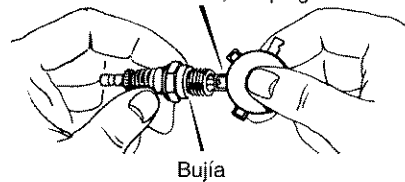

Figura 16
7. La distancia entre los electrodos de la bujía nueva debe ser de 0,030 de pulgada (Figura 16).